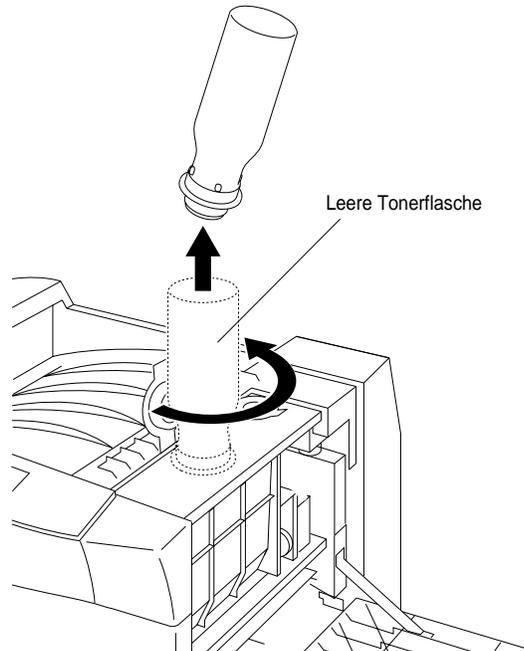

Abbildung 2-50 Tonerflasche abnehmen
6. Drehen Sie die vollständig entleerte Tonerflasche um 180° gegen den Uhrzeigersinn, und nehmen Sie die Flasche ab (siehe Abbildung 2-50).